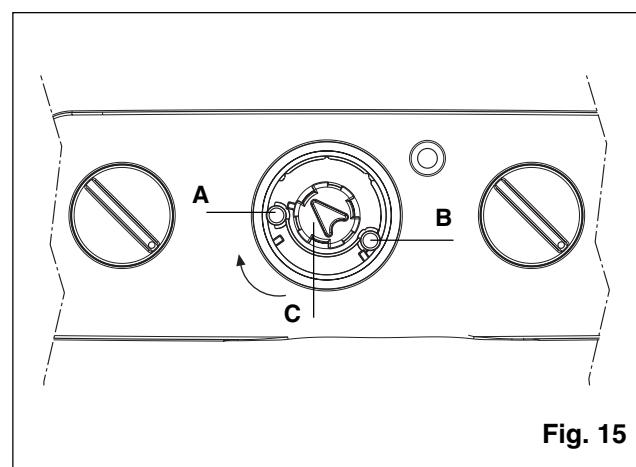

Fig. 15
! Comprobar que el potenciómetro P5 esté regulado al máximo, lo cual se puede verificar con un pequeño destornillador, siendo suficiente girarlo en sentido contrario a las agujas del reloj a través del orificio (B) (fig. 15)
! Sólo para R.A.I. y R.S.I.: Comprobar que el potenciómetro P4 esté regulado al mínimo, éste se puede regular utilizando un pequeño destornillador, girándolo en el sentido de las agujas del reloj a través del orificio (A) (fig. 15)